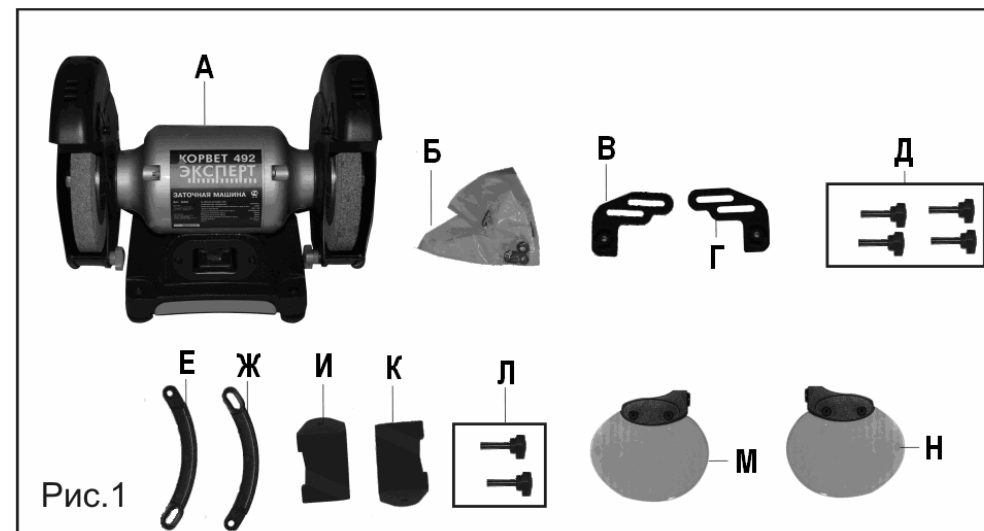

Рис.1
5. КОМПЛЕКТНОСТЬ (Рис.1)
В комплект поставки входит (Рис.1):
Примечание: Устанавливая винты 3, 13, 10, используйте по одной на каждый из винтов плоскую и пружинную шайбы из комплекта шайб 2 (Рис.1). Пружинную шайбу необходимо устанавливать под головкой винта, а плоскую за ней.
9.3. Винтом (Л), Рис.1, предварительно закрепите защитный экран 9 на держателе 12.